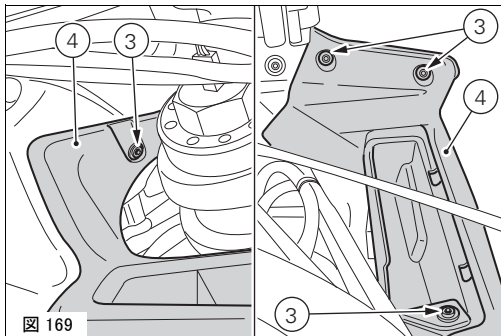

図 169
フェアリングにブリッジ (4) を留めている 4 つのスクリュー (3、図 169) を外します。